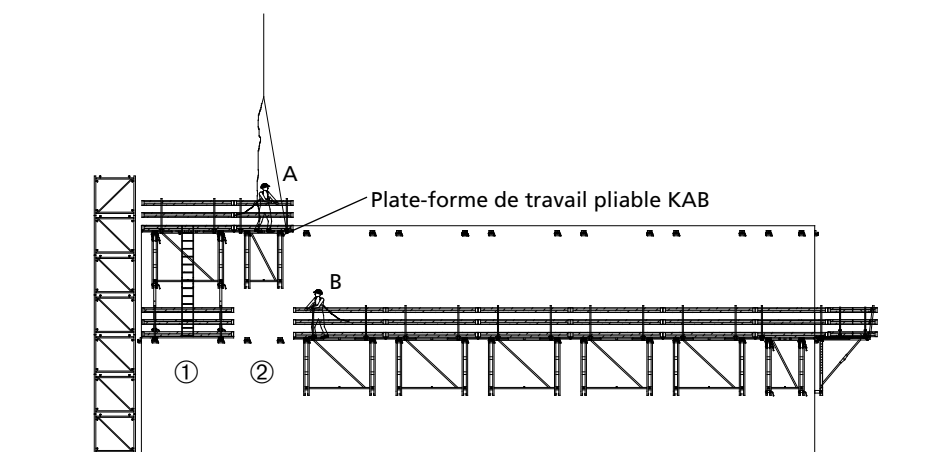

Fig. 31.2
10. Après avoir verrouillé les sabots d'accrochage KAB, la personne A retire l'élingue de la plate-forme KAB (fig. 31.2).